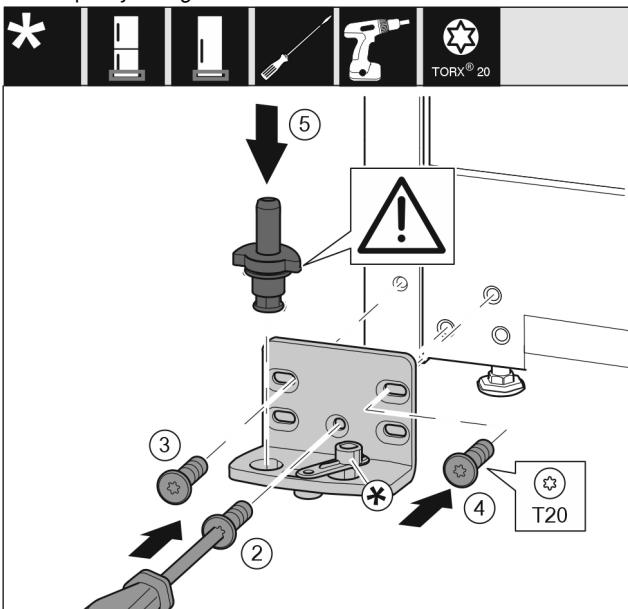

Fig. 13
- Ležajni podstavek namestite na drugo stran in privijte s pomočjo izvijača T20. Pričnite z vijakom 2 spodaj na sredini. Fig. 13 (2)
- Privijte vijaka 3 in 4. Fig. 13 (3,4)
- V celoti vstavite ležajni sornik. Pri tem pazite na to, da je zaskočni zapah obrnjen nazaj. Fig. 13 (5)